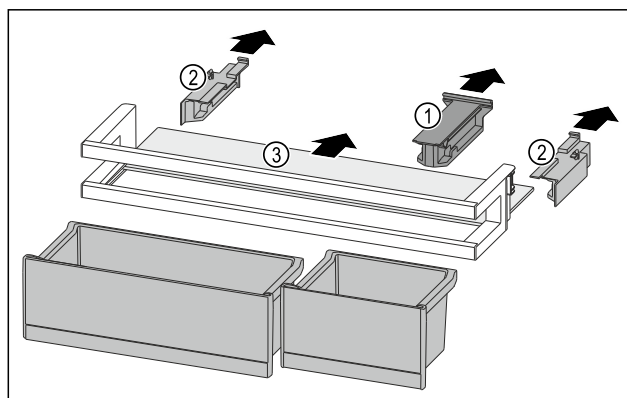

Fig. 198
- ▶ Витягніть кріпильний елемент Fig. 198 (1).
- ▶ Витягніть бічні елементи Fig. 198 (2).
- ▶ Дістаньте полицю Fig. 198 (3).